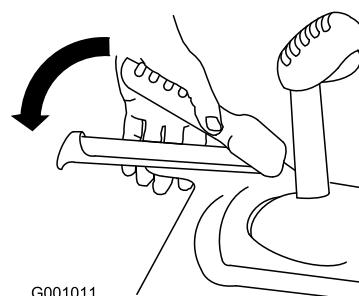

Figure 15
- Pour engager la transmission aux roues, serrez le levier gauche (déplacement) contre la poignée (Figure 15).